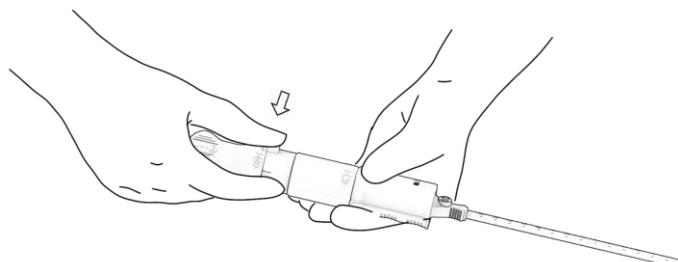

Figura 15. Libertação do bloqueio do came.
- a. Localize o bloqueio do came (marcado com "4") e prima totalmente este botão verde. Figura 15. Certifique-se de que está totalmente premido antes de avançar para o passo 5.